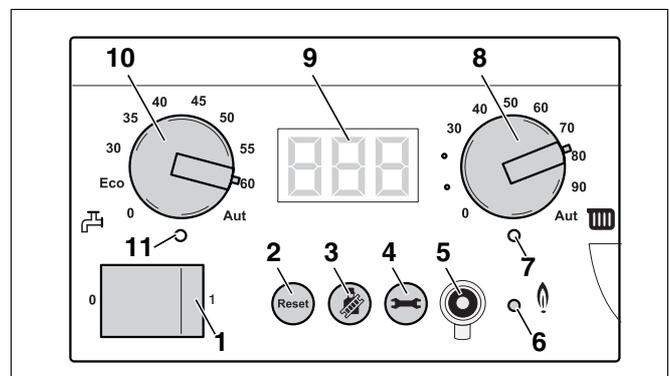

Fig. 86 Regolatore di base BC10
- Mantenere premuto il tasto "Spazzacamino" (fig. 86, **pos. 3**) (per circa due secondi), finché sia visualizzato il punto nella parte inferiore destra del display (fig. 86, **pos. 9**). Vedere anche tabella 8, „Prova di combustione“, pagina 44.
- Dopo l'accensione del LED "Bruciatore" (fig. 86, **pos. 6**) attendere un minuto, finché la caldaia funzioni a pieno carico.
- Premere il tasto "Spazzacamino" (fig. 86, **pos. 3**) per concludere la misurazione. Vedere anche tab. 8, "Prova di combustione", pagina 44.